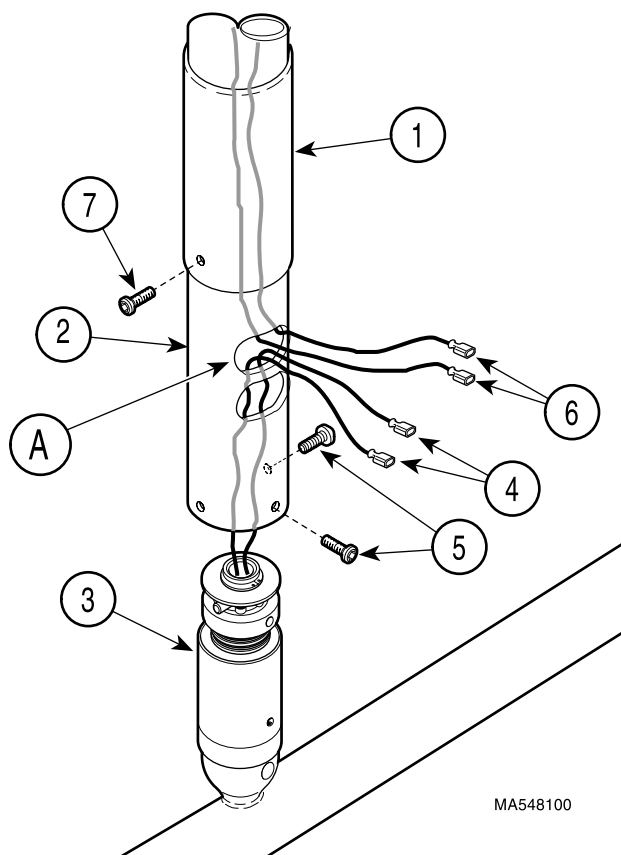

Figura 7. Instalación del conjunto del tubo transversal
- (1) Deslizar la manga del pivote de bola (1, figura 7) en el tubo descendente (2), asegurándose de que el orificio para tornillos de la manga esté orientado hacia la parte inferior.
- (2) Con la manga del pivote de bola (1) posicionada tan alta como sea posible en el tubo descendente (2), tirar de los cables azul y marrón (6) a través de la ventana superior (A) del tubo descendente.